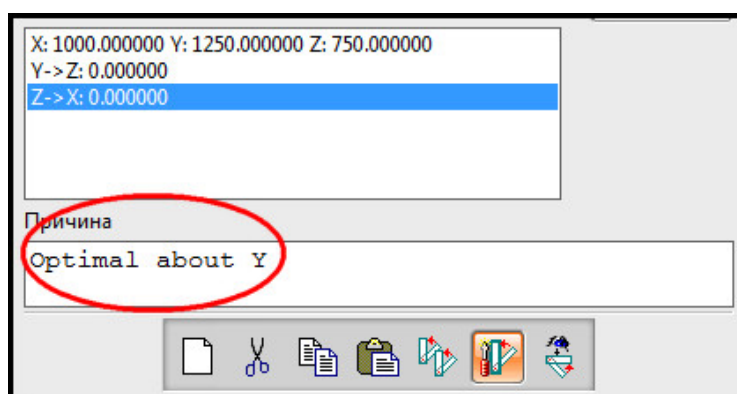

Рис. 5.7. Указание причины изменения положения
10. При необходимости оставляйте комментарий о причине изменения положения; заметьте, что при использовании оптимизации размещения система автоматически указывает причину (рис. 5.7).